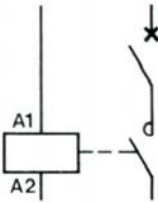

fig. 1 : disjoncteur + contacteur
- disjoncteur + contacteur (fig. 1),